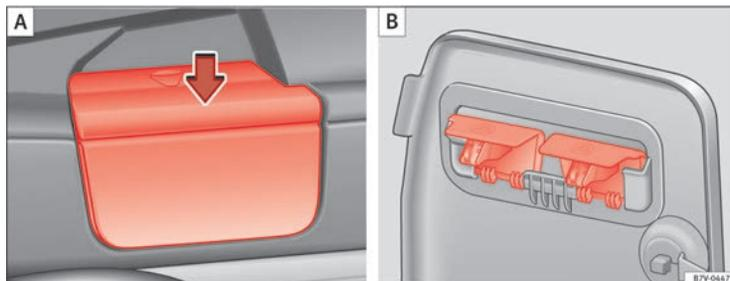

Fig. 92 Retirez les supports de la plage arrière (A) et rangez-les dans un endroit sûr (B).
- Retirez la plage arrière du support des revêtements latéraux ⇒ fig. 92 **A**. Appuyez pour cela sur la plage arrière vers le bas (flèche) et retirez-la.